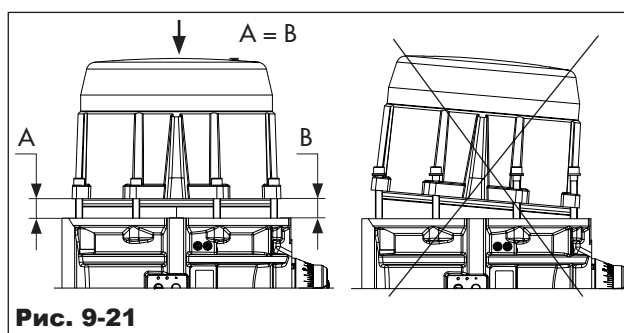

Рис. 9-21
- ➔ Установите торцевые крышки, как показано на рис. 9-21, сохраняя постоянное расстояние (A = B) между корпусом привода и посадочным местом торцевой крышки.